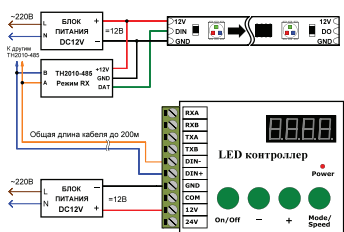
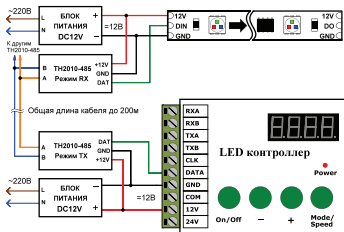

Рис.2. Подключение 1-го усилителя при наличии у контроллера симметричного выхода D+ и D-.
Рис.3. Подключение 2-х усилителей при наличии у контроллера несимметричного выхода DATA.
- 3.3. Подключите оборудование в соответствии с одной из приведенных схем. При наличии у контроллера симметричного выхода (DATA+ и DATA-), используется только один усилитель TH2010-485 в режиме RX, установленный перед светодиодной лентой (Рис.2). При наличии у контроллера только одного выхода DATA, необходимо использовать два усилителя – один в режиме TX, установленный после контроллера, второй в режиме RX перед светодиодной лентой (Рис.3).